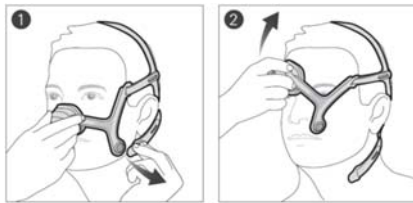

図 2-取り外し方
両側のマグネットクリップをマスクフレームから外し(図 2-①)、マスククッションとヘッドギアを持ち上げて頭から外す。(図 2-②)